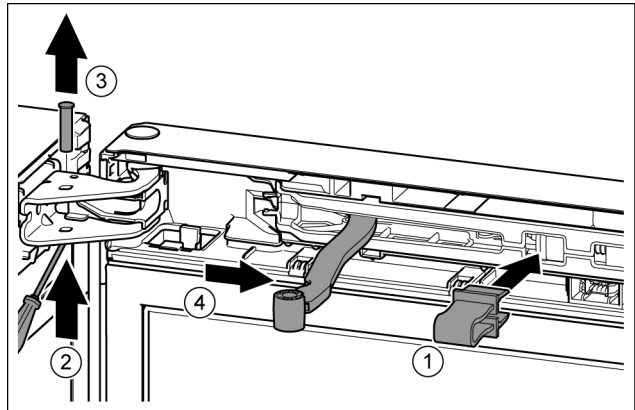

Fig. 11
- ▶ Sicherung in Öffnung einrasten. Fig. 11 (1)
- ▶ Bolzen mit Schraubendreher herausschieben. Fig. 11 (2)
- ▶ Bolzen nach oben herausnehmen. Fig. 11 (3)
- ▶ Gelenk in Richtung Tür drehen. Fig. 11 (4)